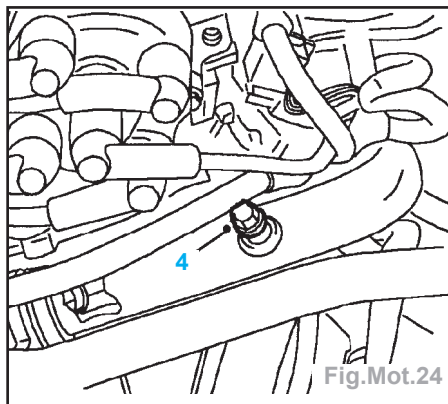

Fig.Mot.24
- Enlever la vis de purge (4) du collecteur de liquide de refroidissement (Fig.Mot.24).